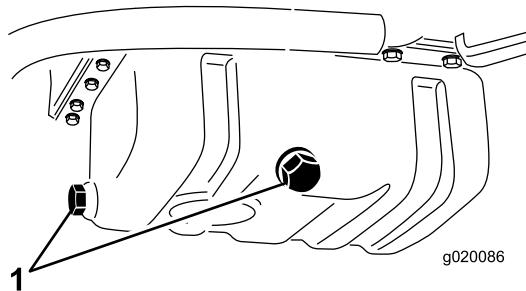

Bild 56
2. Entfernen Sie eine der Ablassschauben (Bild 56) und lassen Sie das Öl in die Auffangwanne ab. Schrauben Sie die Ablassschaube wieder ein, nachdem das Öl abgelaufen ist.